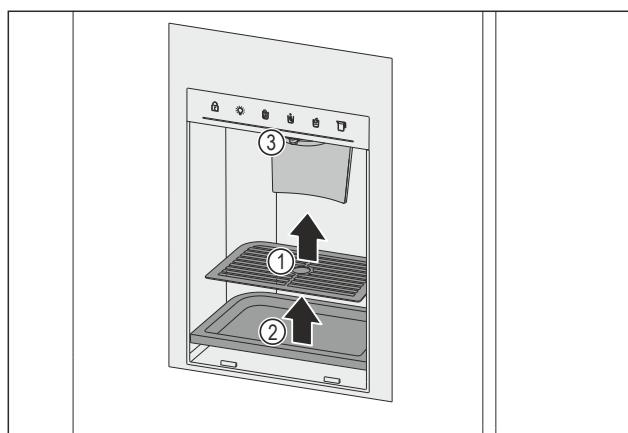

Fig. 163 Виймання решітки для крапель і піддону для крапель
- Вийміть решітку для крапель Fig. 163 (1).
- Вийміть піддон для крапель Fig. 163 (2).
- Очистьте випускний отвір Fig. 163 (3) і його оточення м'якою, чистою серветкою, теплою водою і невеликою кількістю мийного засобу.